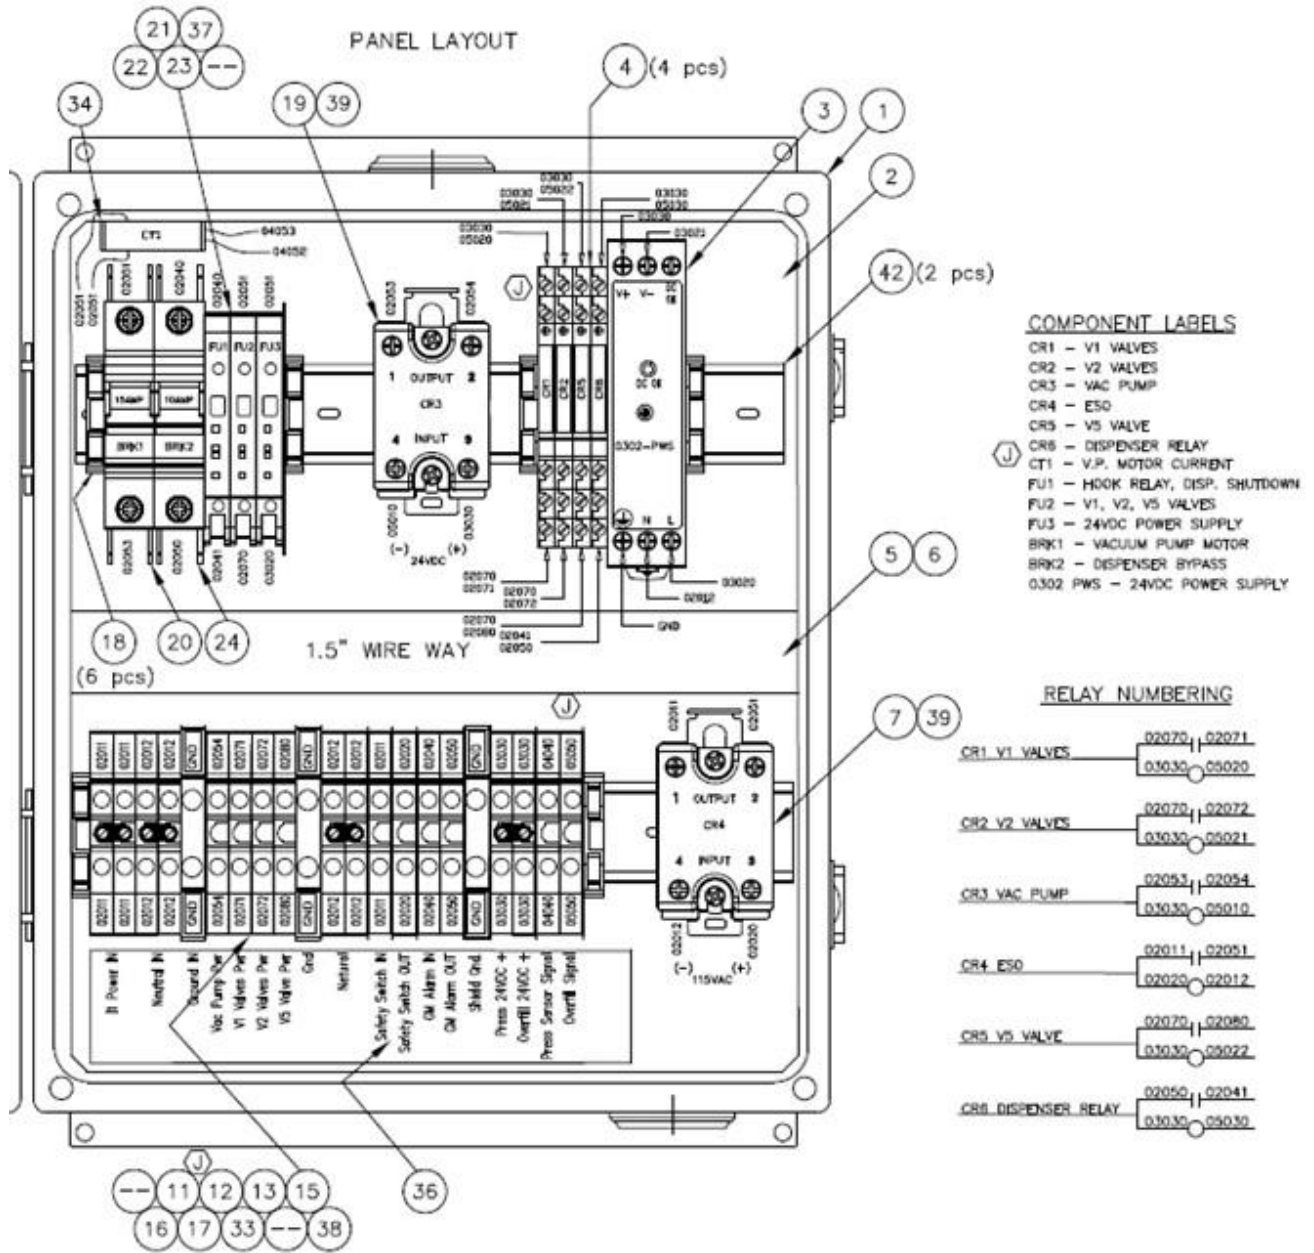
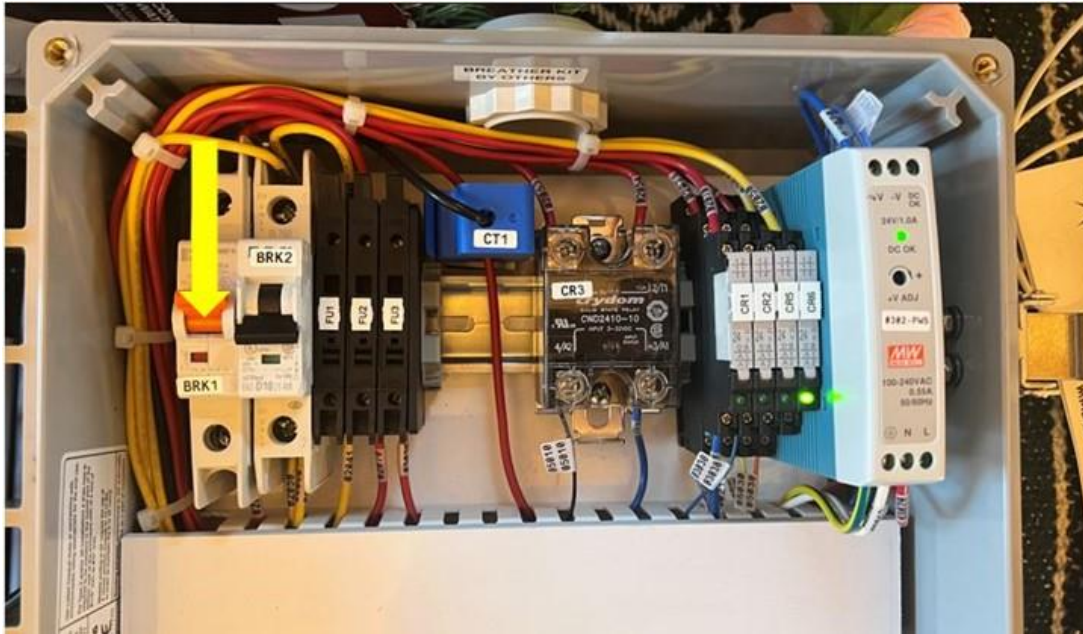

Figura 9-2: Panel de control VST, piezas de repuesto del panel interior
Figura 9-3: Bomba de vacío BRK1
- Ver la figura 9-2
- **Vea la Figura 9-3.**
5. Encuentre el disyuntor del motor de la bomba de vacío (**Vea la Figura 9-2, elemento n.º 20**) y tome nota de los números y ubicaciones de los cables. **Vea la Figura 9-3.**
- **Vea la figura 9-3.**
3. Asegúrese que el interruptor del disyuntor se encuentre en la posición hacia arriba. **Vea la Figura 9-3.**
5. Encuentre el relé de estado sólido de la bomba de vacío (vea la **Figura 9-2, elemento n.º 19**) y tome nota de los números y ubicaciones de los cables. **Vea la Figura 9-6.**